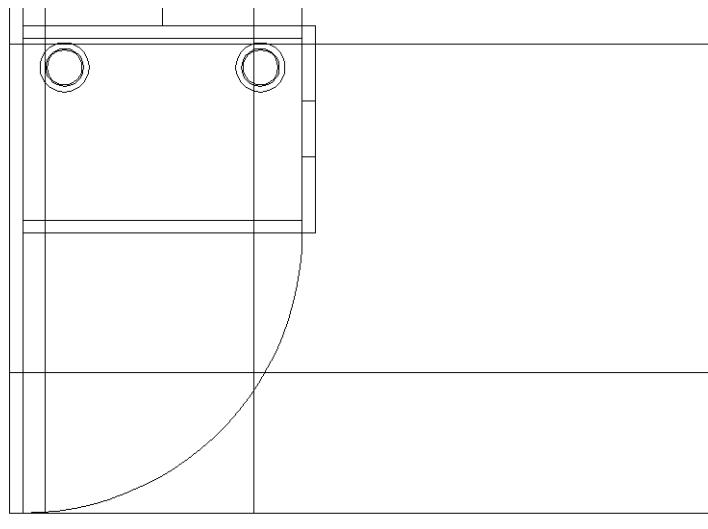

Рис. 5.44 ▼ Линии, обозначающие контур сканера, получены с помощью инструмента **Подобие** (Offset)
- Для сопряжения полученных четырех линий (рис. 5.44) и образования контура сканера запустите инструмент **Сопряжение** (Fillet).